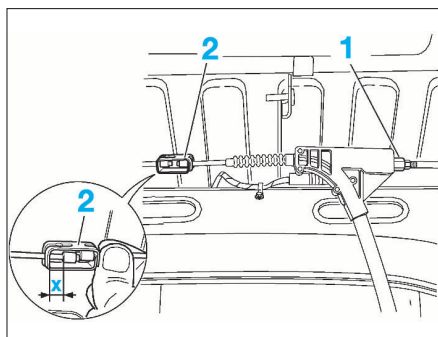

FIG. 16
- Détendre la câblerie en dévissant l'écrou (1) de réglage sur le répartiteur plastique (jeu "X" maxi dans l'agrafe (2) de liaison câbles primaire et secondaire gauche) (Fig.16).
- Reposer l'obturateur (4).
- Visser l'écrou (1) du répartiteur jusqu'au blocage de l'un des deux disques (le disque est entraîné à la main) (Fig.16).